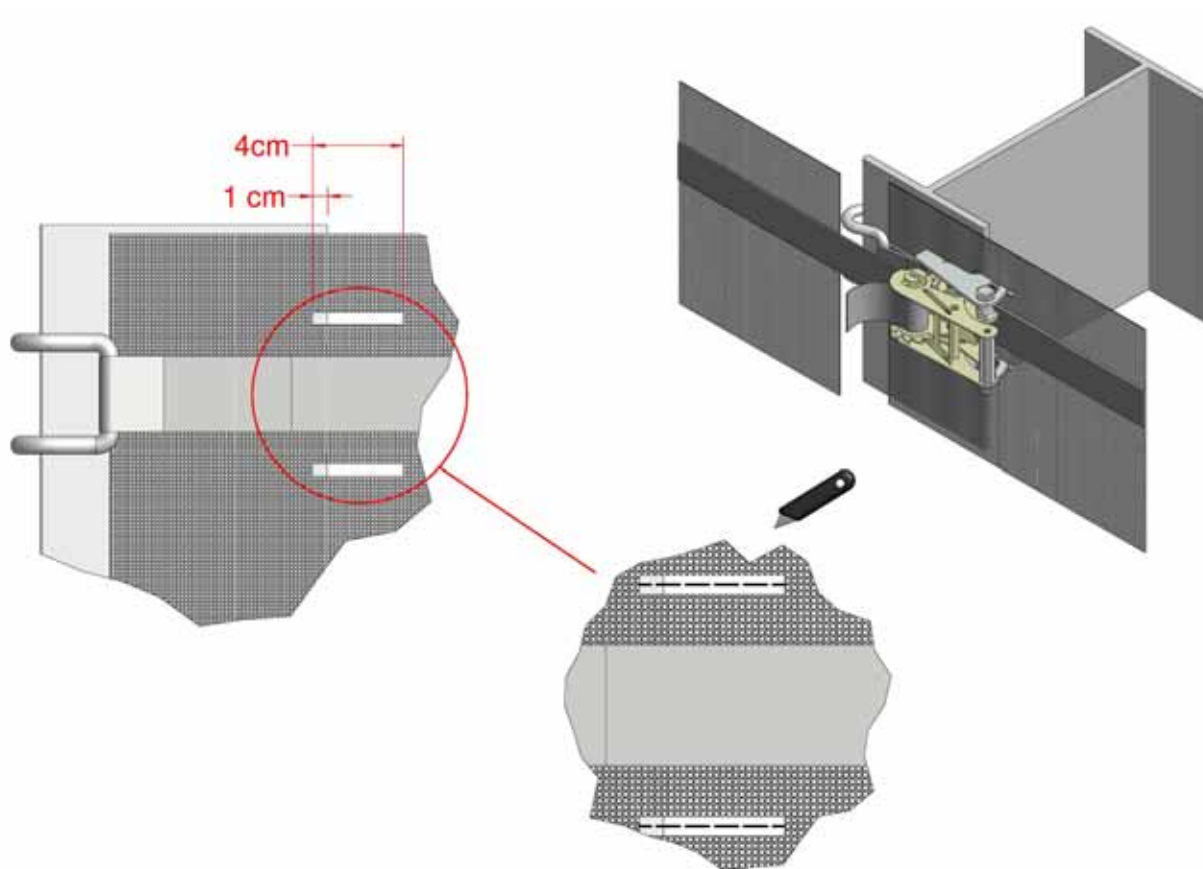

Figure 8, Montage des écrans en série
9. Lorsque les écrans sont installés en série, ils partagent un pilier commun ; le cliquet d'un écran peut être posé au-dessus ou au-dessous du crochet de l'autre écran, en créant ainsi un décalage. Il est aussi possible de les installer 'en ligne', comme illustré à la Figure 8.